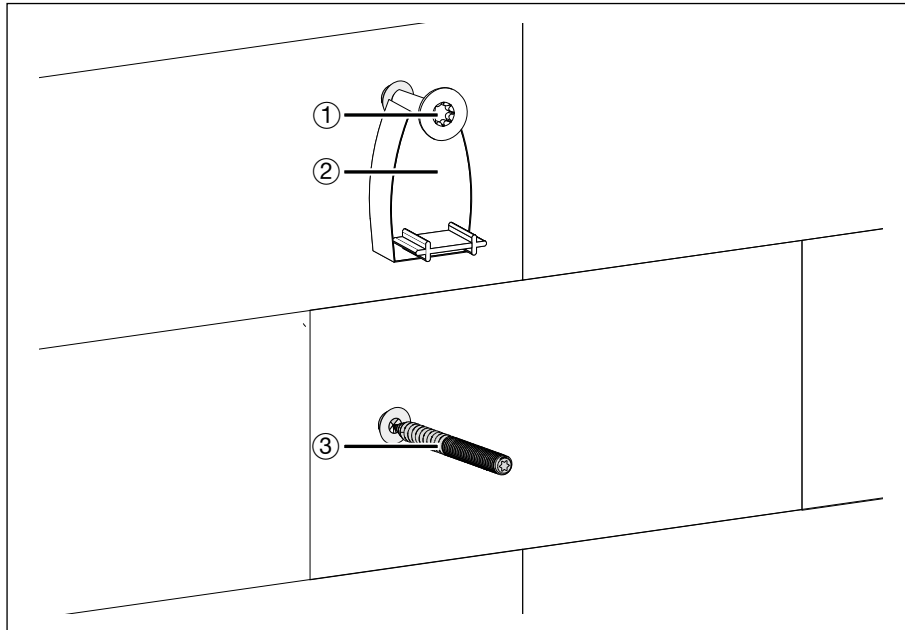

Abb. 15: Montage der Schrauben an der Wand
- ① Tellerkopfschraube 5 x 60
- ② Montagehilfe
- ③ Stockschraube
- ⑨ Die beiden Rastnasen ① mit einem Seitenschneider abschneiden.
- ⑩ Die Abdeckkappe ② herausdrücken.
- ⑪ Den Kabelhalter mit der Öffnung ③ auf die Tellerkopfschraube aufsetzen (siehe Abb. 15: Montage der Schrauben an der Wand).
- ⑫ Die Öffnung ④ über der Stockschraube positionieren.
- ⑬ Durch die untere Öffnung des Kabelhalters die Unterlegscheibe auf die Stockschraube auflegen.
- ⑭ Anschließend die Hutmutter auf die Stockschraube drehen.
- ⑮ Mit einem 10-mm-Schraubenschlüssel die Hutmutter durch die untere Öffnung des Kabelhalters festziehen.
- ⑯ Die Abdeckkappe ② wieder auf den Kabelhalter setzen.